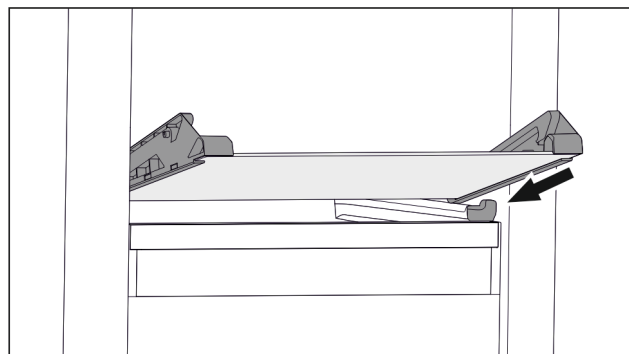

Fig. 93 Glashylla för tippbar utdragslåda
- ▶ Sätt på glashylla i vinkel bakom stoppklackarna. (se Fig. 93)